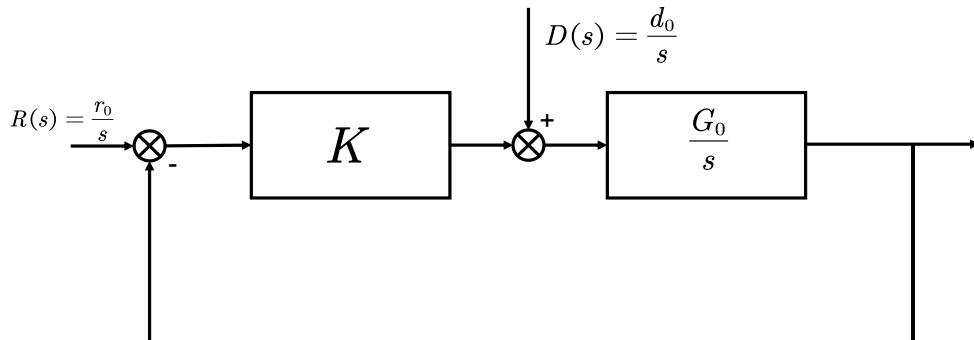

图 1, 其中 K 为纯比例环节, $G_0(0) = 1$
- B. 对如图 1 的结构, 在前向通道中加入一个积分环节, 对阶跃形式的输入信号, 系统的稳态误差一定改变。
- C. 对如图 1 的结构, 若输入端扰动为阶跃形式, 则系统由扰动引起的稳态误差一定为 0